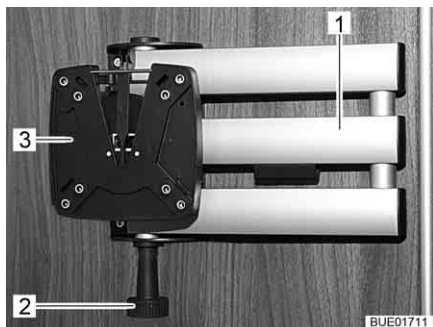

Fig. 64 Supporto con braccio snodato
- Tirare il bottone di sbloccaggio (Fig. 64,2). Il braccio snodato (Fig. 64,1) è sbloccato.
- Ruotare lo schermo piatto all'indietro nella sua posizione iniziale, finché il supporto (Fig. 64,3) si innesta nel bloccaggio producendo un suono.